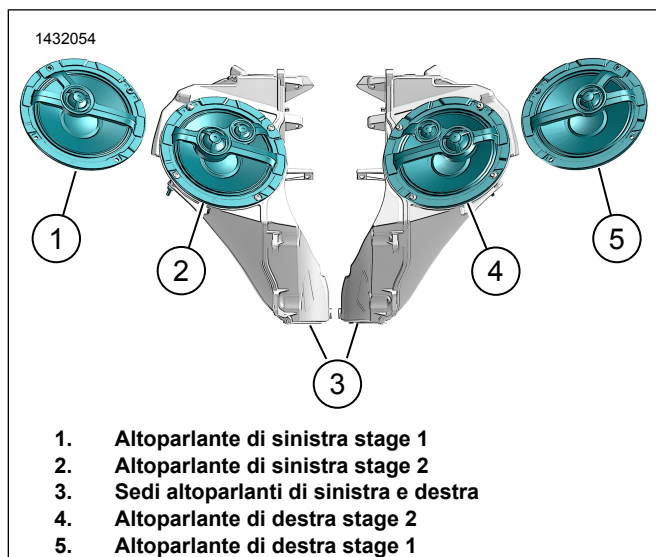

Figura 3. Orientamento altoparlante (tipico)
- a. Vedere la figura 3. Orientare l'altoparlante verso la sua sede.